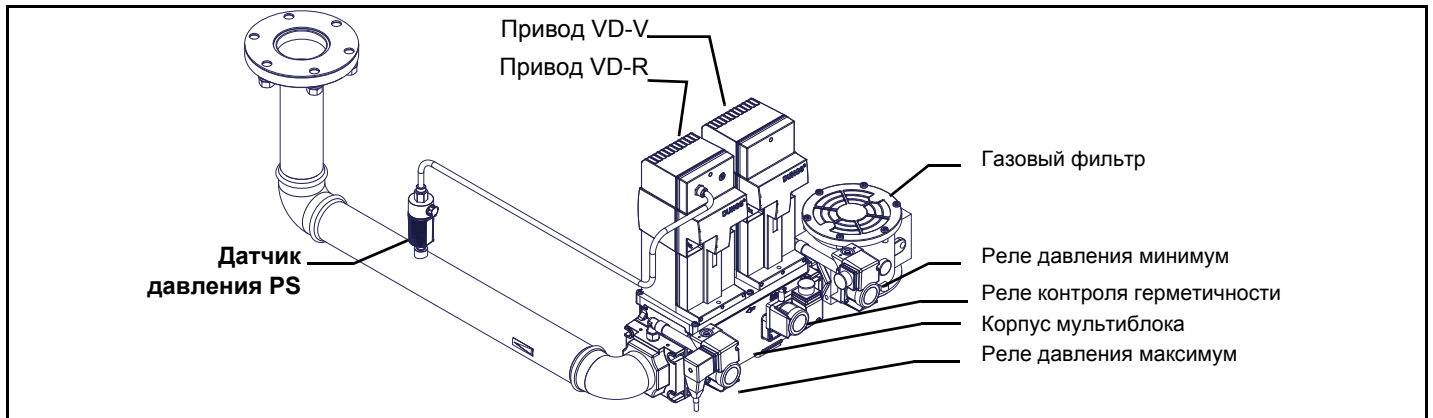

Рис. 2 - Пример газовой рампы
ВНИМАНИЕ: после монтажа газовой ramпы согласно схеме на Рис. 2, необходимо провести тестирование на герметичность газового контура, согласно требований действующих нормативов.
- 1 - б) при фланцевых соединениях: между соседними компонентами устанавливать прокладку (1А..1Е - Рис. 2), совместимую с используемым газом,
ВНИМАНИЕ: после монтажа газовой рампы согласно схеме на Рис. 2, необходимо провести тестирование на герметичность газового контура, согласно требований действующих нормативов.